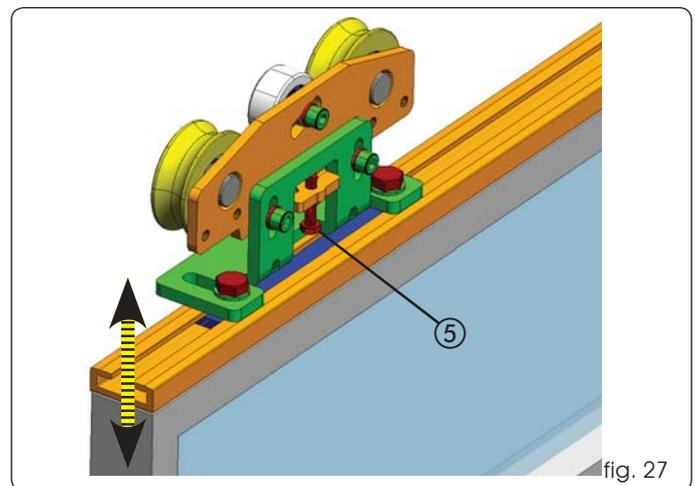

fig. 27
- Agir sur la vis (fig. 27 réf. ⑤) en sens horaire pour soulever les vantaux ou en sens inverse horaire pour abaisser les vantaux.